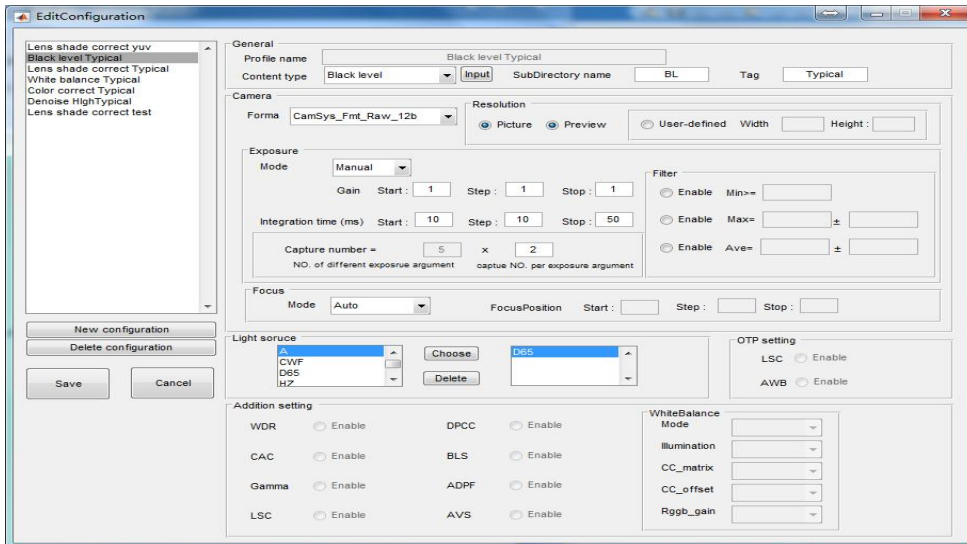

图 5-4
- (1) 用黑盒将 sensor 完全遮住，不让光线进入 sensor。
- (2) 使用 Capture tool 进行拍照，拍照配置选择 Black Level Typical，如图 5-4，拍 5 个曝光组合的 raw 图，每组拍两张。